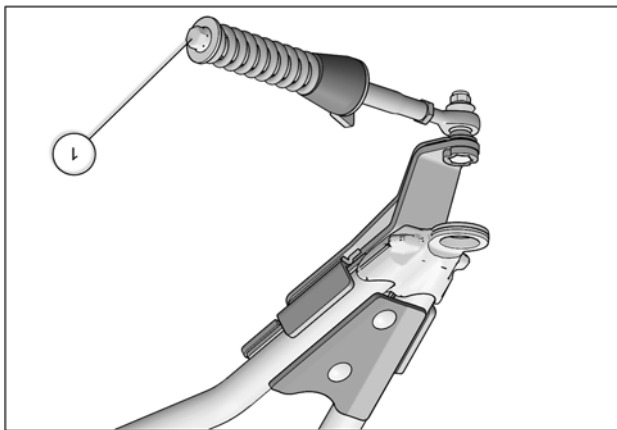

Fig. 23
14. Vérifier que le boulon du ressort (1) est serré au couple recommandé: 75 N•m [55 lb•pi]. Voir Fig. 23